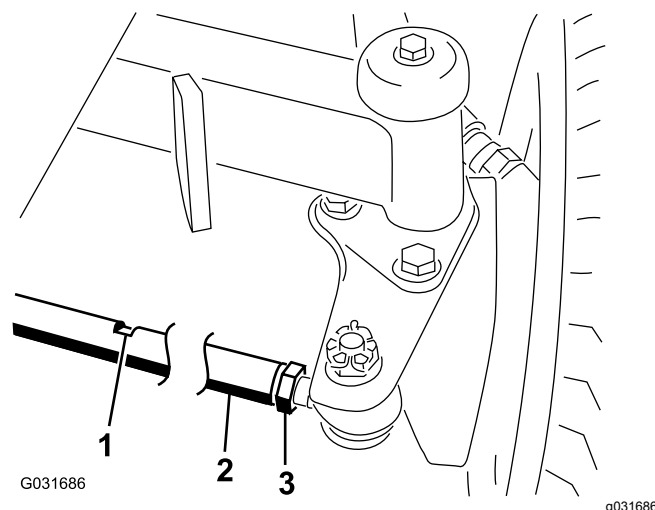

Рисунок 46
2. Ослабьте контргайку с каждой стороны стяжной тяги (Рисунок 46).